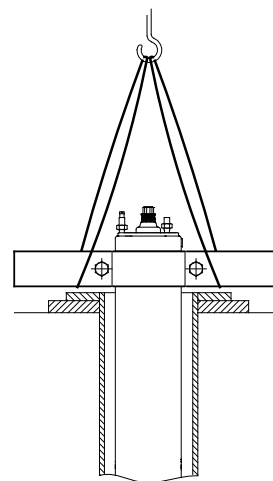

Fig. 20 Motor i lodret stilling
2. Anbring motoren i vertikal stilling ved borerørsafslutningen. Se fig. 20.